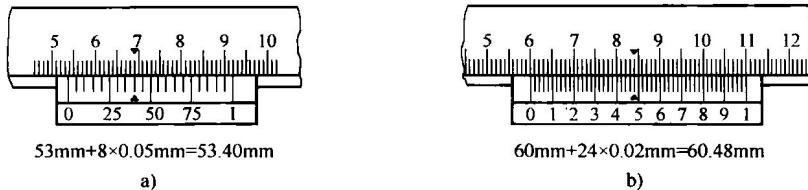

图 1-2 游标卡尺的读数方法
3) 将尺身读数与游标读数相加得出测量的实际尺寸, 如图 1-2 所示。